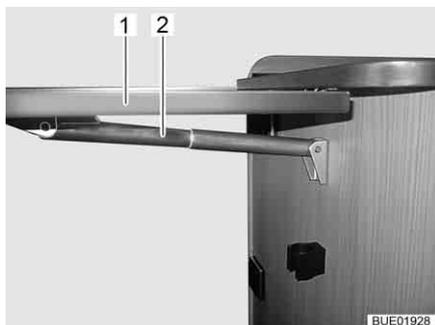

Fig. 26 Table pliante/surface de travail
- Saisir la table pliante/surface de travail (Fig. 26,1) par le bas et la désenclencher d'une légère traction.
- Faire basculer le plateau de table vers le haut jusqu'à ce que la fixation du support télescopique (Fig. 26,2) ait prise. Lâcher le plateau de table.